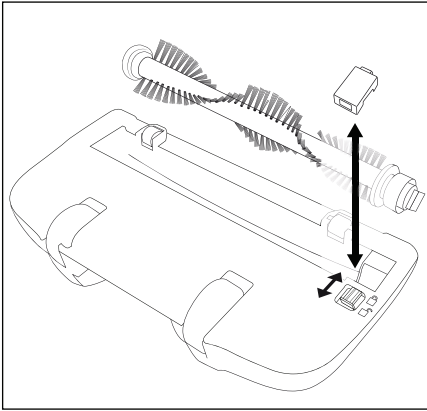

Fig. 5
- 2) Desplace el bloqueo de la placa de cobertura hacia el símbolo **1** y desmonte la placa de cobertura (fig. 5).
- 7) Vuelva a colocar la placa de cobertura hasta que quede bien fija. La placa de cobertura queda encastrada cuando el encastre se desplaza automáticamente hacia el símbolo **2** (fig. 5).